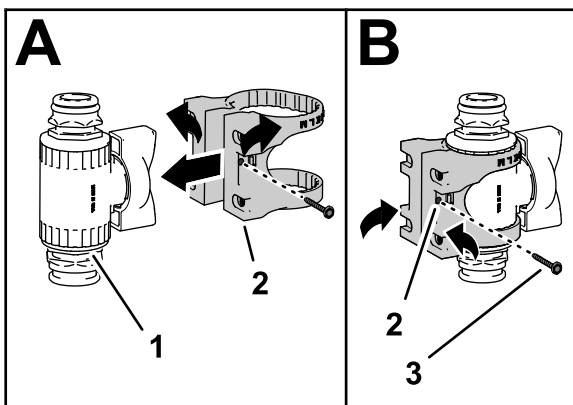

Bild 19
3. Befestigen Sie die Ventilhalterung am Regelventil, wie in A in **Bild 19** abgebildet.
4. Befestigen Sie die Ventilbefestigung mit dem Bundbolzen (Gr. 6) am Regelventil und ziehen ihn mit der Hand an (B in **Bild 19**).